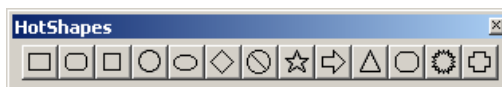

Abbildung 11-1. HotShapes-Symbolleiste
1. Wählen Sie im Menü **Zeichnen** die Option **HotShapes** oder klicken Sie in der **Zeichnen**-Symbolleiste auf . Die HotShapes-Symbolleiste wird angezeigt, wie in Abbildung 11-1 dargestellt.